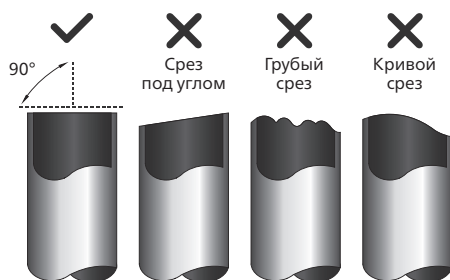

Рис. 7.2
- Примеры неправильно обрезки показаны на рис. 7.2.